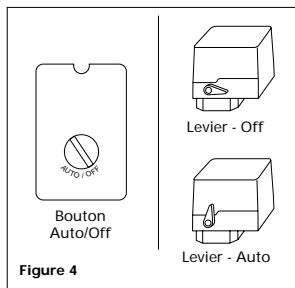

Figure 4
2. Tourner le levier ou bouton du manostat à la position OFF et brancher le cordon d'alimentation (Voir Figure 4). Pour les modèles sans interrupteur manuel, lorsqu'on demande de mettre l'interrupteur
3. Ouvrir le robinet de purge de réservoir. Tourner le levier ou le bouton du manostat à la position AUTO et faire fonctionner le modèle pour 30 minutes afin d'effectuer le rodage des pièces de la pompe (Voir Figure 4).